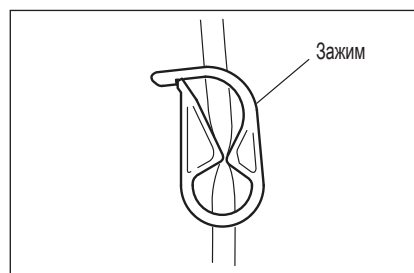

Рис. 12
- 1) Перекройте подачу жидкости между иглой шланга и помпой с помощью зажима, как показано на Рис.12.